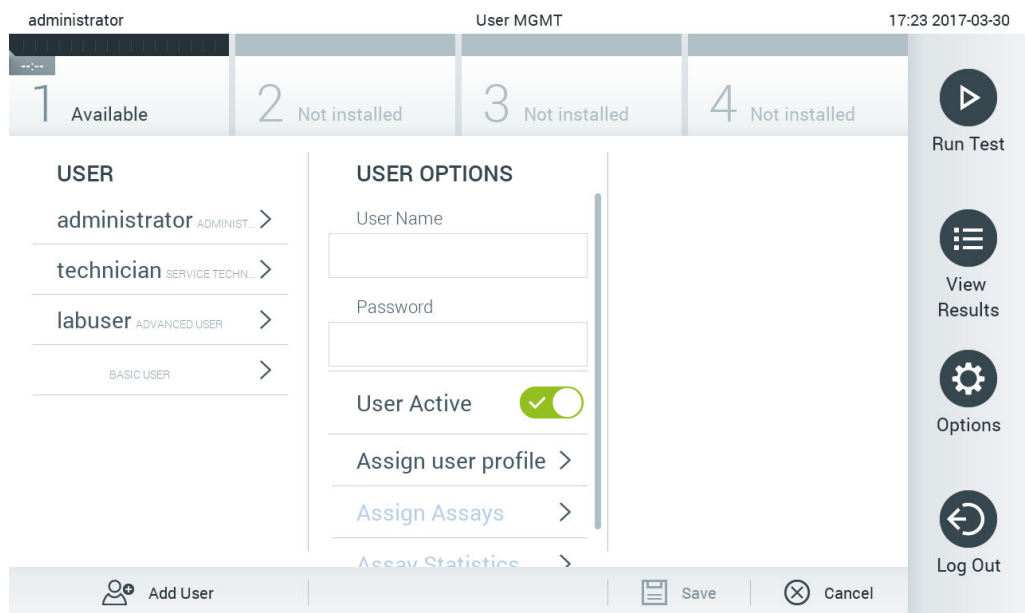

Рис. 57. Додавання нового користувача.
1. Натисніть кнопку **Options** (Параметри), а потім **User Management** (Керування користувачами), щоб налаштувати користувачів. Екран **User Management** (Керування користувачами) з'являється в області вмісту дисплея (рис. 57).